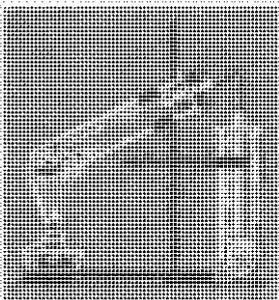

Рис. 140. Получение этилена и его взаимодействие с бромной водой.
**Получение этилена и опыты с ним.** 1. В одну пробирку налейте 2–3 мл этилового спирта и осторожно добавьте 6–9 мл концентрированной серной кислоты. Затем всыпьте немного предварительно прокаленного песка, чтобы избежать толчков жидкости при кипении. Закройте пробирку пробкой с газоотводной трубкой, закрепите ее в штативе (рис. 140) и осторожно нагрейте.